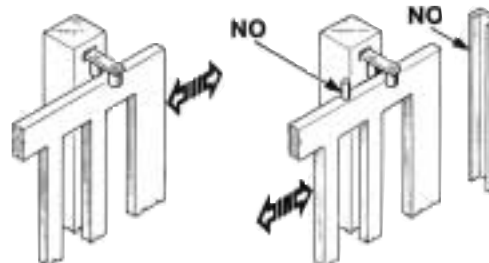

Fig. 3
Die Torsäulen müssen oben Vorrichtungen gegen ein Entgleisen besitzen (Abb. 3), um unfreiwilliges Aushaken zu vermeiden.
**ANMERKUNG:** Die in Abb. 3 beschriebenen mechanischen Anschläge entfernen.